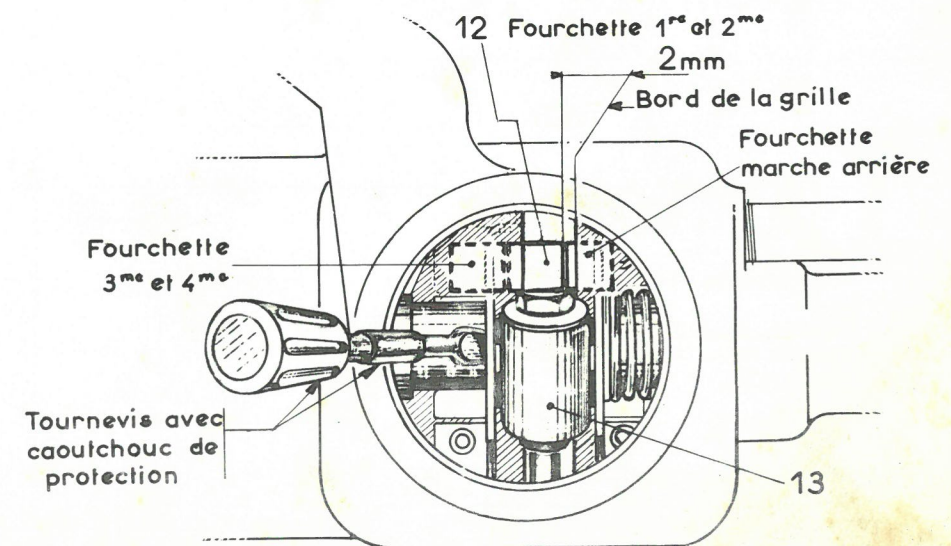

Fig. 5-
- 9) Déposer l'écrou de réglage (4). Placer la vis de réglage (1) de la gaine à 10 mm. environ de la bride du couvercle. Bloquer le contre-écrou (2). Mettre le levier de changement de vitesses en butée lère - 2ème, sans passer de vitesses.
- 10) Déposer le bouchon du couvercle supérieur et par l'orifice, à l'aide d'un tournevis, amener le doigt (13 - Fig. 5) de passage des vitesses dans l'alignement de la fourchette de lère - 2ème (12 - Fig. 5). Puis la dépasser de 2 mm. environ vers la marche arrière, maintenir le doigt (13) dans cette position.
- 11) Visser l'écrou de réglage (4) tout en exerçant une légère pression sur l'embout fileté (3) du câble. Bloquer l'écrou (4), lâcher le levier qui revient en position Point Mort.
- 14) Rétablir le contact, vérifier le réglage (Fig. 5). Amener le levier des vitesses en position Point Mort et contre la butée de lère - 2ème. Débrayer et pousser doucement le levier en position lère. S'il ne passe pas, placer le doigt (13) à plus de 2 mm., ou s'il faut, étant sur la ligne du Point Mort, ramener le levier légèrement vers l'avant pour passer en lère, placer le doigt (13) à moins de 2 mm. Poser le bouchon du couvercle supérieur, les deux conduits de chauffage. Remettre la voiture au sol.